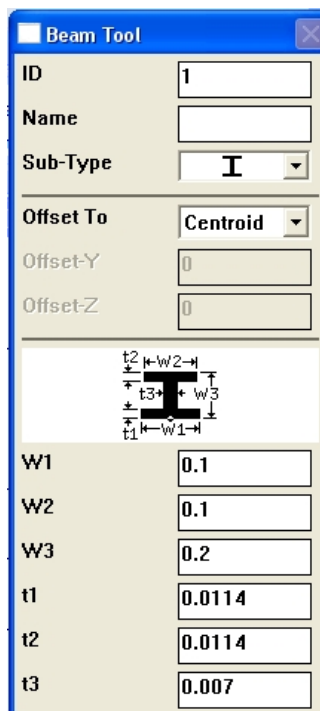

Рис. 3.3. Параметры двутавра
1) Тип элемента. Заходите **PrPr** → **Element Type** → **Add/Edit/Delete**. Выбирайте тип элемента **Beam 188** → **OK**. Необходимо задать тип поперечного сечения. Заходите **PrPr** → **Sections** → **Beam** → **Common Sections**, выберите двутавр в качестве типа сечения (рис. 3.3)